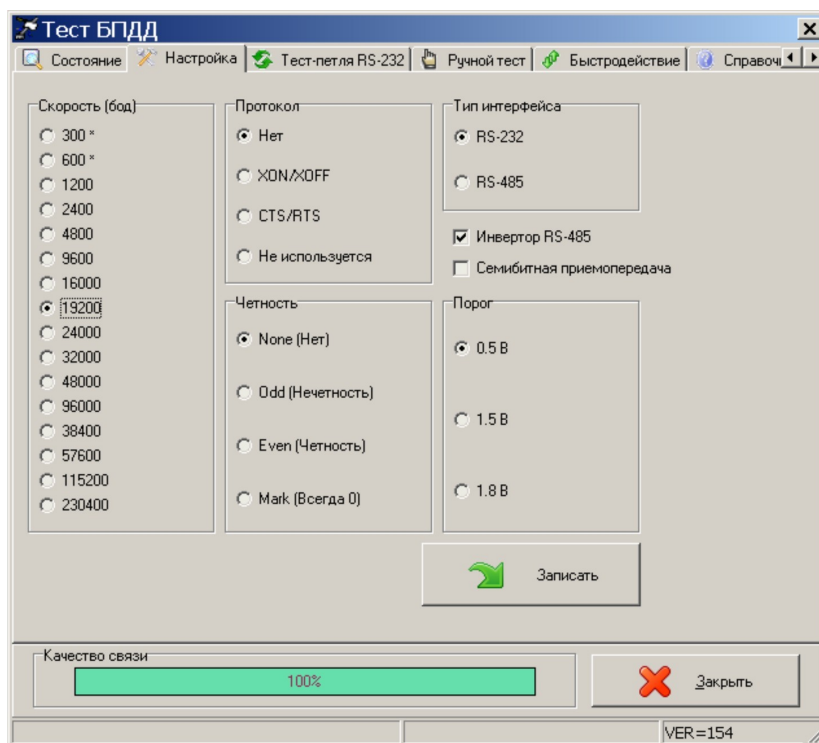

Рисунок 14
- 2) Выбрать в таблице устройств блок «БПДД». В окне «Поиск» выбрать команду «Тест», затем вкладку «Настройка» и установить следующие параметры конфигурации БПДД-CAN (рисунок 14):